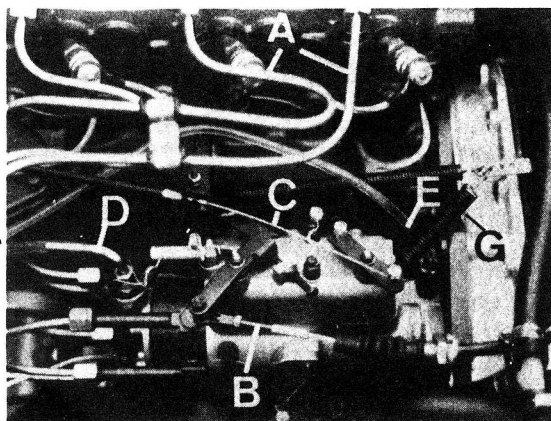

Fig. A3-27 Desmontaje de la bomba inyectora
- 1.2. Desconectar y retirar las tuberías, A (Fig. A3-27) de entrada de combustible a los inyectores.
- 1.3. Desconectar el cable del acelerador, B (Fig. A3-27) de su unión a la palanca de la bomba inyectora y la funda de éste de su unión al soporte.
- 1.4. Desconectar el cable del estrangulador, C (Fig. A3-27), de su unión a la palanca de la bomba inyectora y la funda de éste, de su unión al soporte.
- 1.5. Desconectar la tubería de entrada de combustible, D (Fig. A3-27) y la de retorno, E.
- 1.6. Desconectar los muelles, F y G (Fig. A3-27) de recuperación de las palancas del acelerador y estrangulador.